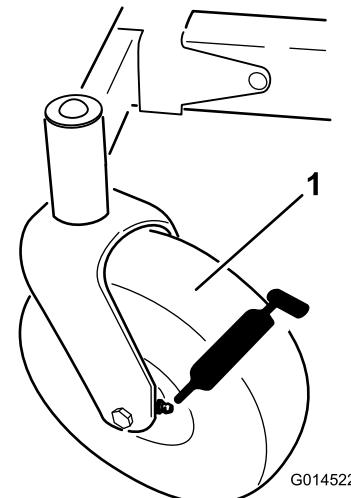
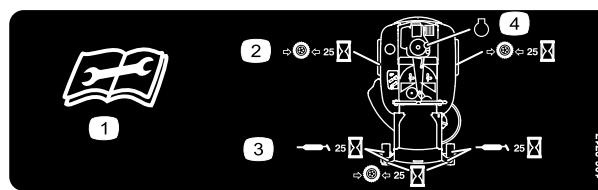

Figura 33
Figura 34
3. Pulite i raccordi d'ingrassaggio (Figura 33 e Figura 34) con un panno.
4. Collegate una pistola di ingrassaggio a ciascun raccordo e pompette del grasso nei raccordi finché non inizia a fuoriuscire dai cuscinetti (Figura 33 e Figura 34).